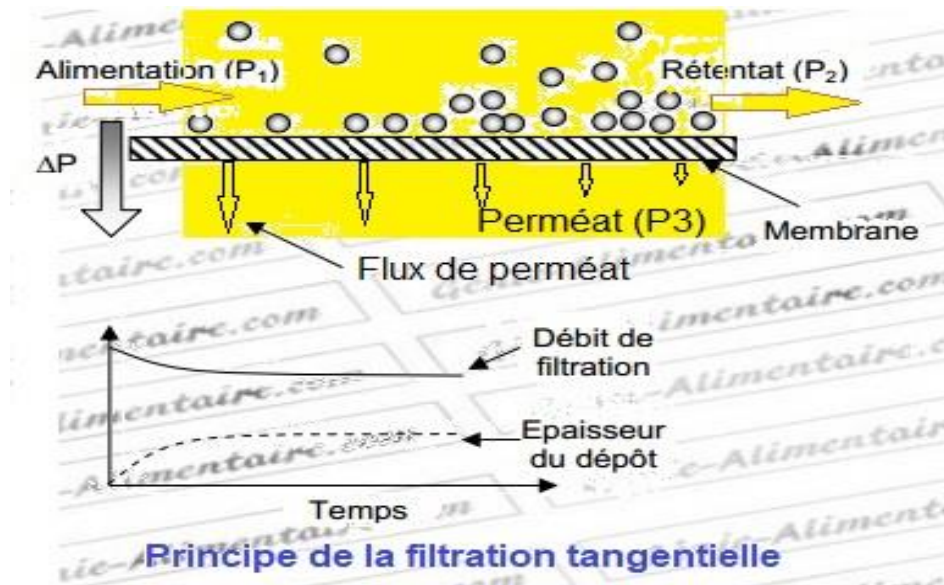

Figure 18 : Schéma d'un filtre à plaques
- Par opposition à la **filtration frontale**, la **filtration tangentielle** consiste à faire passer **un fluide parallèlement** (tangemment) à la surface du filtre (**Figure 18**). La pression du fluide lui permet de traverser le filtre. La filtration tangentielle **plus récente** est une opération unitaire connue dans le monde entier comme étant une **étape importante** dans les lignes de process des industries agro-alimentaires. En étant beaucoup **plus sélectif** à **des températures modérées**, cette technique arrive à remplacer les technologies classiques des filtres rotatifs sous vide ou filtres à plaques. La **filtration tangentielle** s'opère en faisant passer le fluide à travers des membranes de différentes tailles de pores. Ce mode de filtration se rencontre dans les techniques séparatives membranaires. Ces procédés seront détaillés dans le cadre de la « **SEPARATION A L'ECHELLE MOLECULAIRE** ».